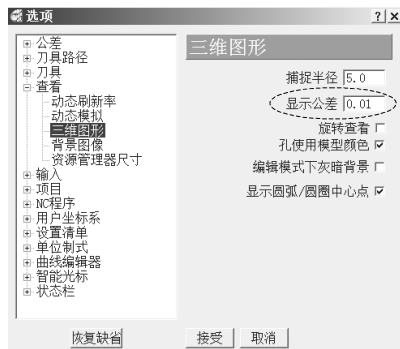

图 1-11 显示公差选项
1) 调整圆弧边线显示精度: 在 PowerMILL 下拉菜单条中, 单击“工具”→“选项”, 打开“选项”表格, 双击“查看”树枝, 将它展开, 单击该树枝下的“三维图形”树枝, 更改显示公差, 如图 1-11 所示。